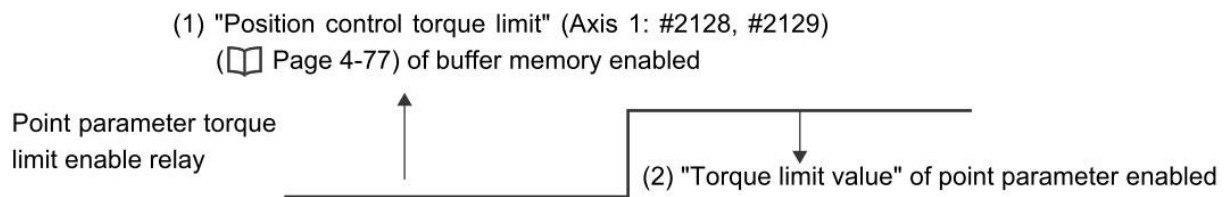

図 3.2.2
- (1) サーボオン状態でのみ移動してください。
- (2) 位置決め運転を行う前に、位置決め内信号ステータスをクリアする必要があります。
- (3) 機械現在位置をサーボオン状態かつ軸停止状態にして書き込みを行う必要があります。
- (4) コイルの位置決めトルク制限を有効にするルールを図 3.2.2 に示します。